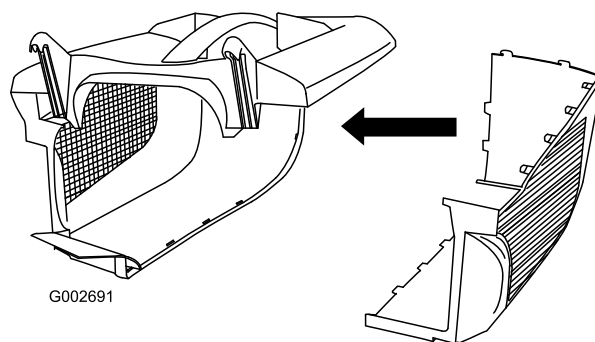

**Figur 7**
1. Skyv siden inn i hektene i oversiden (Figur 7).